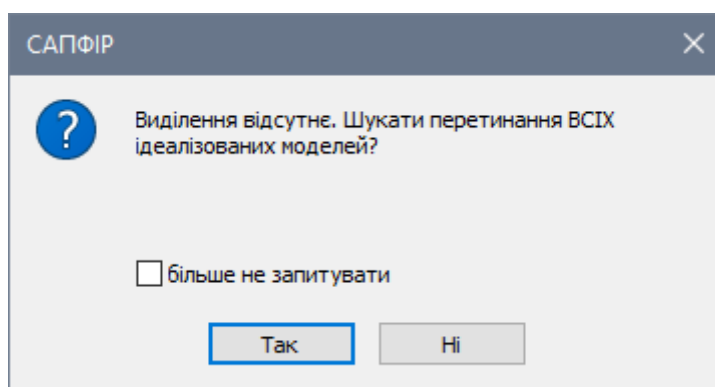

Рис. 23.31. Діалогове вікно **САПФІР**
- У діалоговому вікні **САПФІР** (рис. 23.31) натисніть кнопку **Так**.